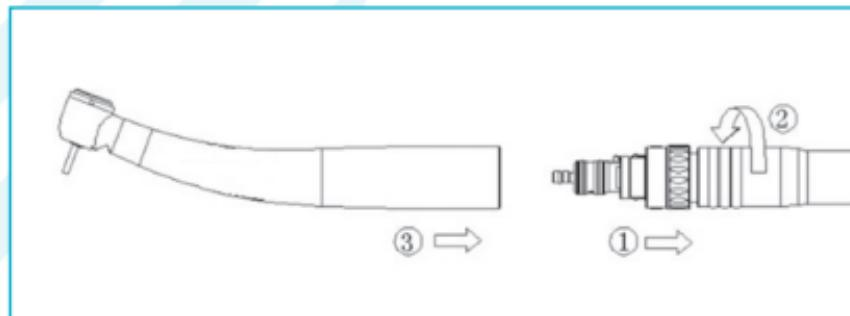

Fig. 6-9
- Avvitare gli attacchi LED sul tubo flessibile della turbina (Fig. 6-9①).
- Serrare a fondo il cappuccio a vite del tubo flessibile della turbina (Fig. 6-9②).
- Montare con precisione il dispositivo medico sull'attacco LED finché non si sente il suono del bloccaggio nel dispositivo medico (Fig. 6-9④).